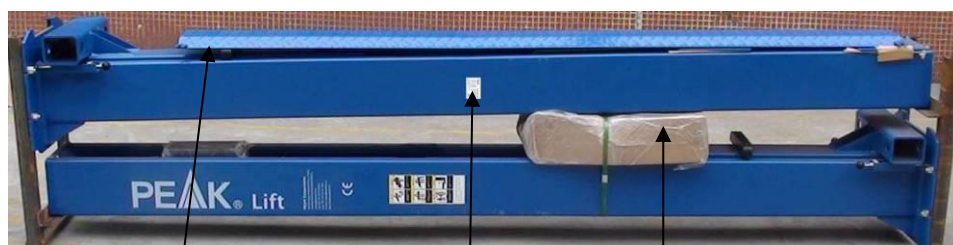

Рис. 6
1. Упакованный подъемник с гидростанцией (См. рис. 6)